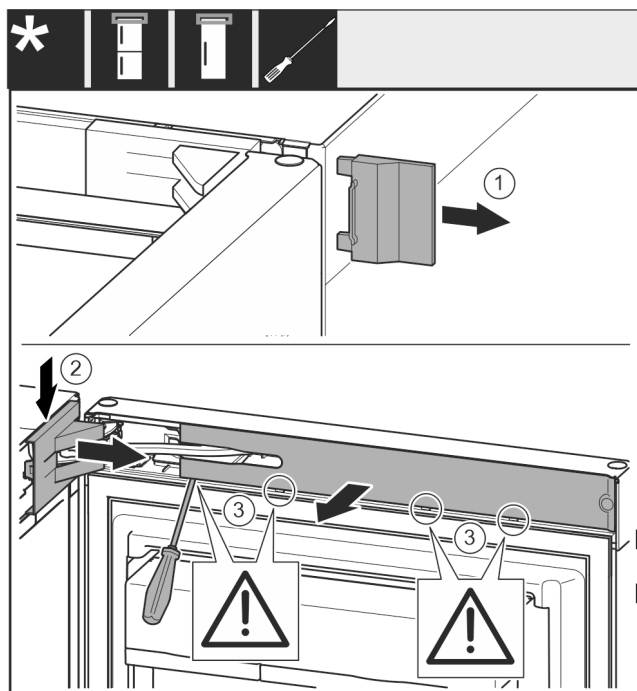

Fig. 8
- Retire la cubierta Fig. 8 (1).
- Desenganche la cubierta del soporte del cojinete Fig. 8 (2) y suéltela.
- Retire la cubierta del soporte del cojinete Fig. 8 (2).
- Desenganche la tapa ciega Fig. 8 (3) con un destornillador de punta plana y gírela hacia un lado.